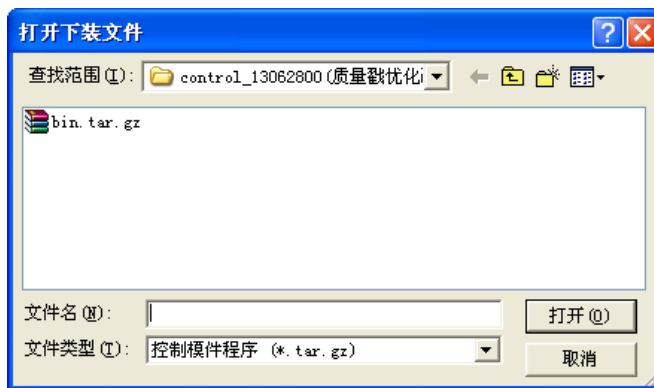

图 4-14 选择要下装的程序文件
- 点击“**打开**”按钮，则屏幕上出现如图 4-14 所示的窗口。